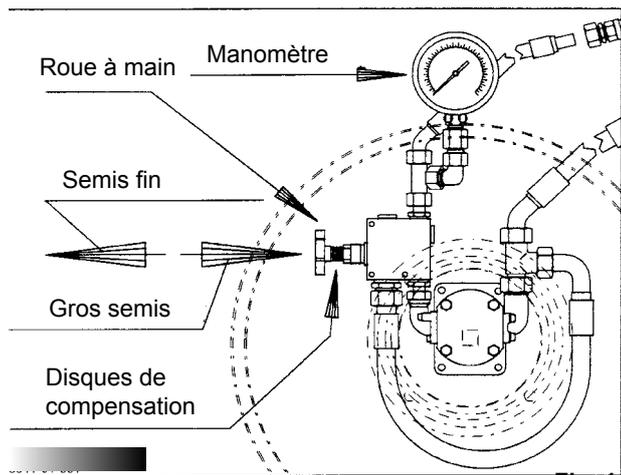

Fig. 1
1. Si la vitesse de rotation nominale de la soufflerie n'est pas atteinte, augmentez progressivement le débit d'huile sur le tracteur. Si la vitesse de rotation nécessaire n'est toujours pas atteinte, seul le retrait des différents disques de compensation sous la roue à main au niveau du bloc de commande permettra d'obtenir la vitesse de rotation nominale (Fig. 1).